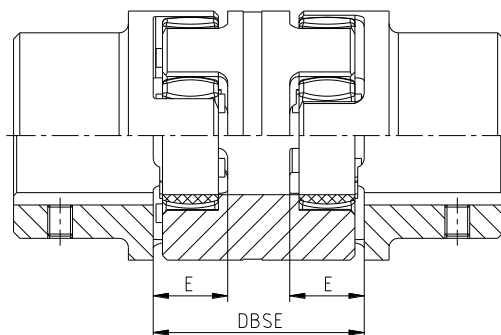

Figura 16: Montaggio del giunto
- Spostare le unità in direzione assiale fino a raggiungere la misura E o DBSE (vedi figura 16).
- Allineare la corona dentata al centro tra i mozzi e controllare le dimensioni E e DBSE (vedi figura 16 e capitolo 1).